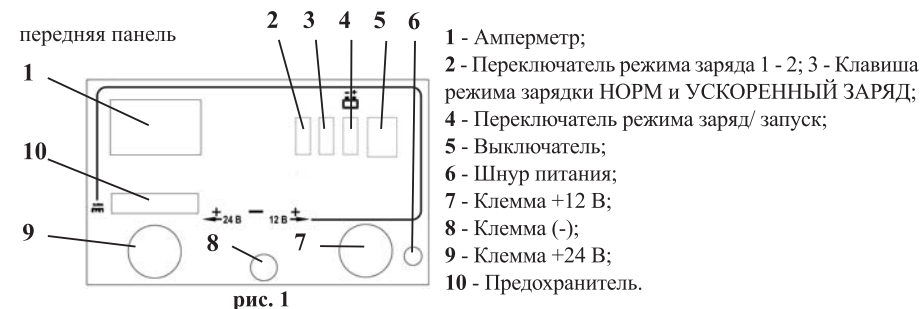

рис. 1
Общий вид зарядного устройства представлен на рис. 1:
7.4 При отключённой вилке сетевого кабеля подсоедините кабель к соответствующим клеммам (+12 В или +24 В) поз. 7;9 (рис. 1) в зависимости от номинального напряжения аккумулятора. Затем необходимо выставить режим заряда аккумуляторной батареи клавишами 2; 3 (рис. 1).
Клавиша 2 (рис. 1) предназначена для установки зарядного тока: положение 1 - меньше, положение 2 - больше.
Клавиша 3 (рис. 1) - режим зарядки: оптимальный и ускоренный.